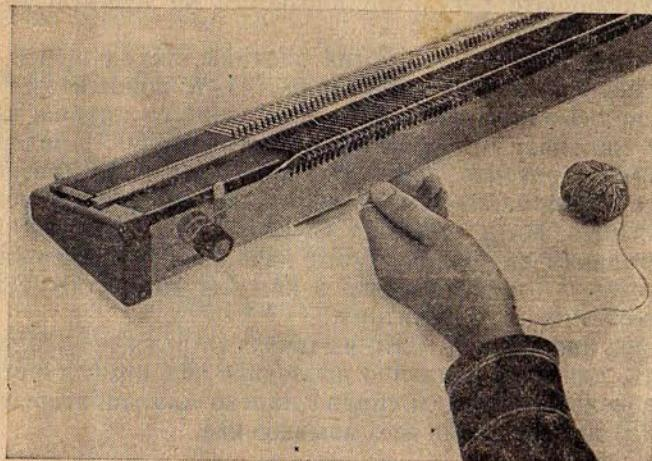
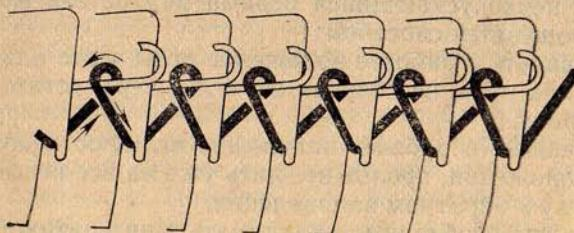

Рис. 13.
Рис. 14.
4. Начиная слева, проложите первый ряд петель (закрытый ряд), для чего: зацепите нить за носик платины, находящейся слева от первой иглы, обвейте нитью первую иглу (против часовой стрелки), заведите нить за носик платины, находящейся слева от второй иглы, и обвейте нитью вторую иглу (против часовой стрелки); заведите нить за носик платины, находящейся слева от третьей иглы, и т. д. — до конца выдвинутых в рабочее положение игл. Навивать нить нужно с небольшим натяжением (рис. 14).
7. Заведите нить под носик платины, находящейся справа от последней правой иглы (рис. 14), и положите ее на все иглы справа налево. Конец нити, идущий от клубка, вложите между колпачками левого нитенатяжителя. Придерживая нить рукой (рис. 13), проведите каретку справа налево. Этот процесс повторяется нужное число раз с чередованием прокладки нити. Нить подается на иглы через нитенатяжитель для придания ей равномерного натяжения. Натяжение нити должно быть отрегулировано в каждом нитенатяжителе одинаково с помощью регулятора.